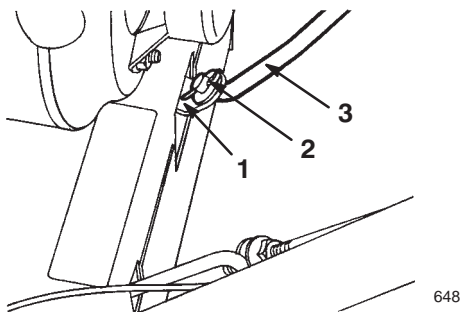

Figure 5
1. Tirez le bras de changement de vitesse à fond vers l'extérieur (Fig. 5).
3. Insérez la tige de changement de vitesse dans le bras, mettez une rondelle plate sur la tige et fixez le tout à l'aide d'une goupille fendue (Fig. 5).